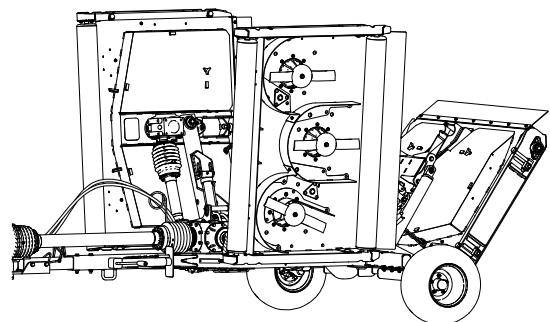

Bild 63
2. Heben Sie die Mähwerke an und verriegeln Sie diese, stellen Sie den Motor ab und ziehen Sie den Zündschlüssel ab (Bild 63).